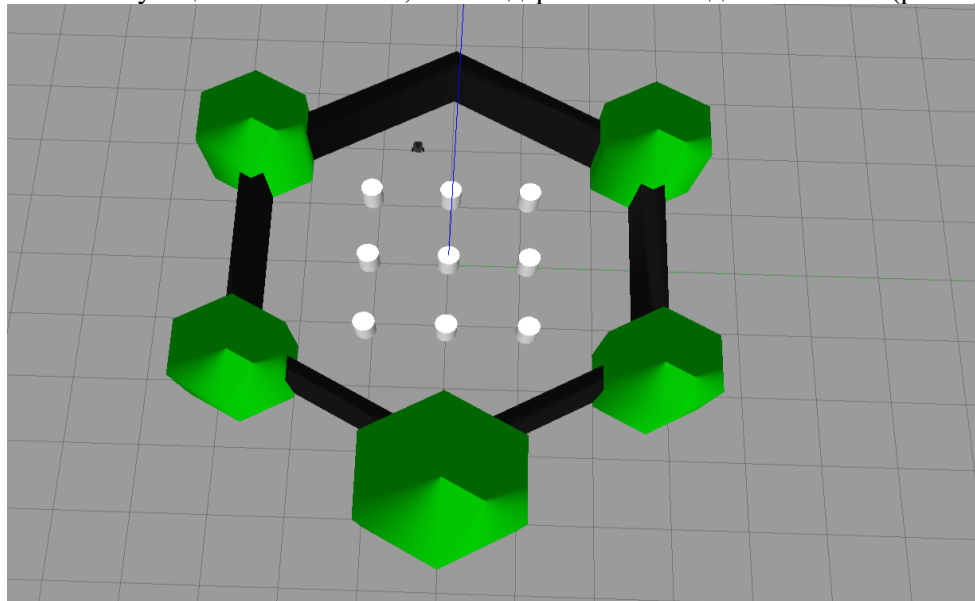

Рис. 7. Стандартное поле Turtlebot3
- world – симуляционный полигон, со стандартным полем для Turtlebot3 (рис. 7):